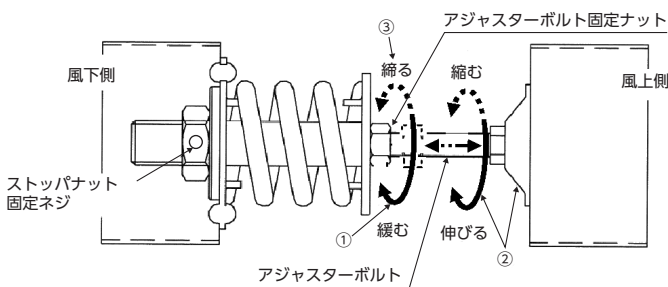

図5-2 スラスト防止ストッパのアジャスターボルト調整
- ・ファン用スラスト防止ストッパのアジャスターボルトを必ず調整してください。（図5-2参照）